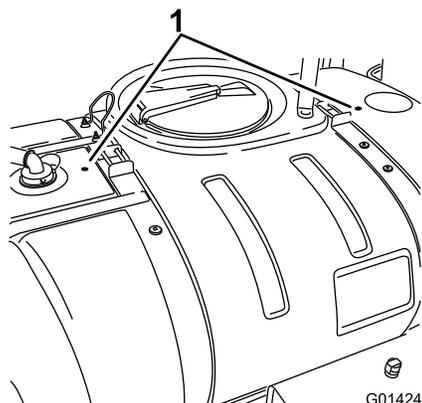

Figura 11
- Individuate i due segni di foratura sul serbatoio principale (Figura 11).